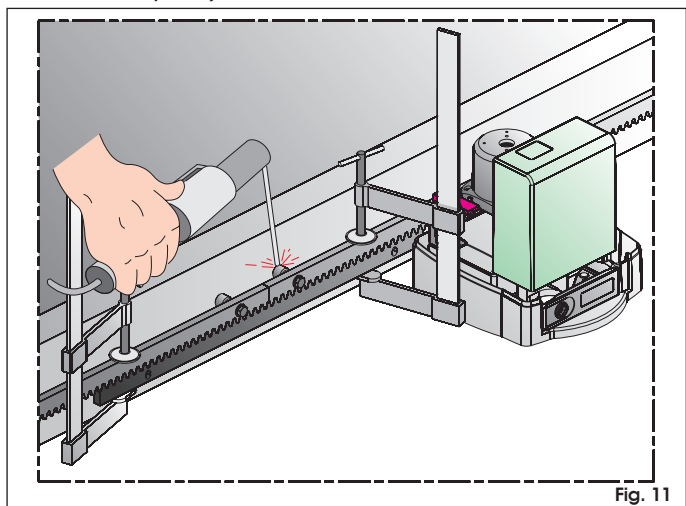

Fig. 11
8. Acerque otro elemento de cremallera al último fijado, utilizando un trozo de cremallera para poner en fase el dentado de los dos elementos (fig. 11).
9. Deslice manualmente la hoja hacia el cierre, hasta llegar al piñón con el tercer distanciador del elemento que se ha de fijar (fig. 11).